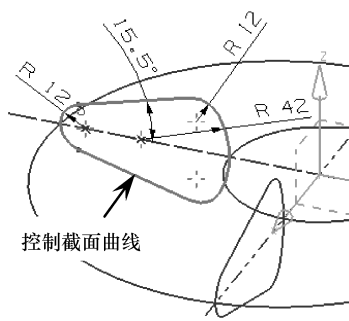

图 5-14 绘制另一条控制截面曲线
- 11 执行【草图】命令，选择 YC-ZC 基准平面作为草图平面，然后在草绘模式中绘制如图 5-14 所示的另一条吊钩控制截面曲线。